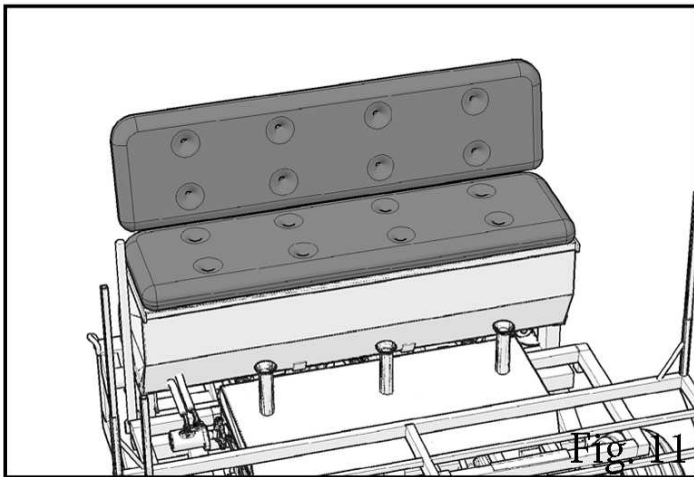

Fig. 11
- * Limpe a caixa de adubo sempre que for possível *Fig.11* (principalmente se usar adubo úmido);